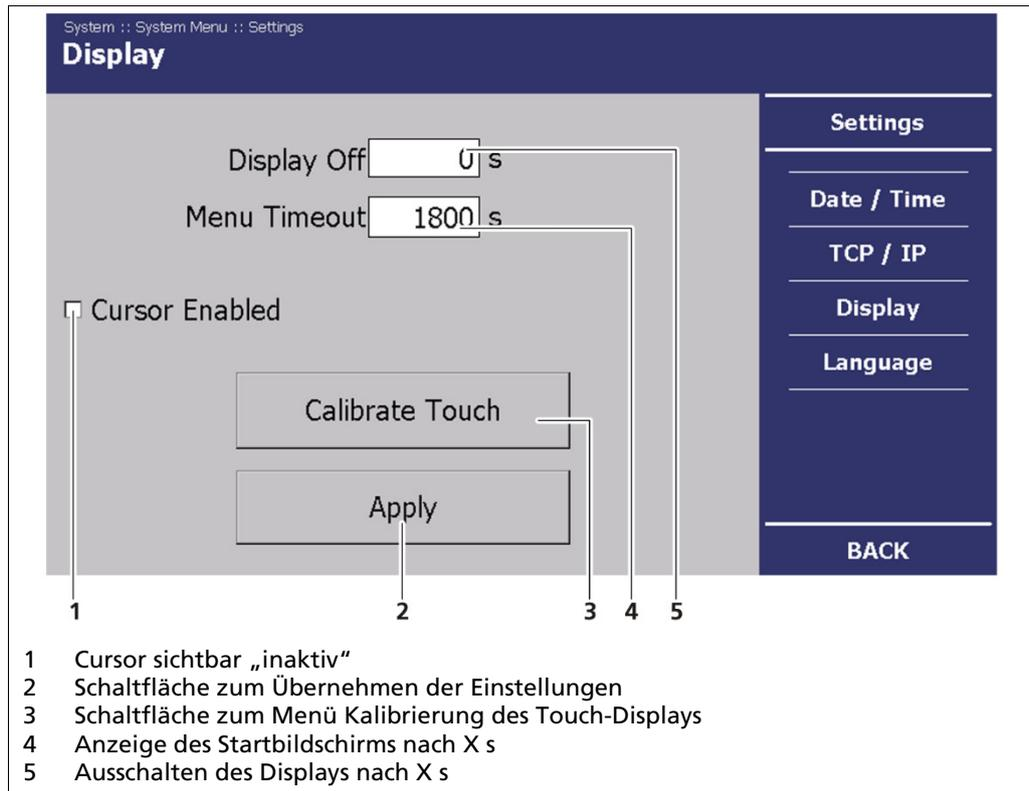

Abb. 29 Systemmenü, Einstellungen – Anzeige
Cursor sichtbar	Wenn die AWE mit einer Maus bedient werden soll, muss das Häkchen im Auswahlkästchen "Cursor sichtbar" gesetzt werden (Abb. 29, Pos. 1). Der Cursor ist auch sichtbar, wenn keine Maus angeschlossen ist und die AWE über das Touch-Display bedient wird.
1. Klicken Sie auf **<Touchpad kalibrieren>** (Abb. 29, Pos. 3).